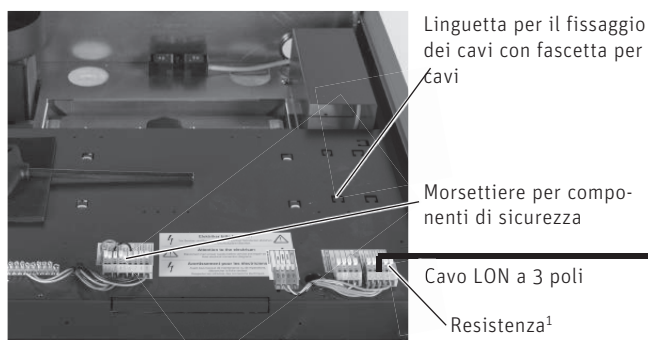
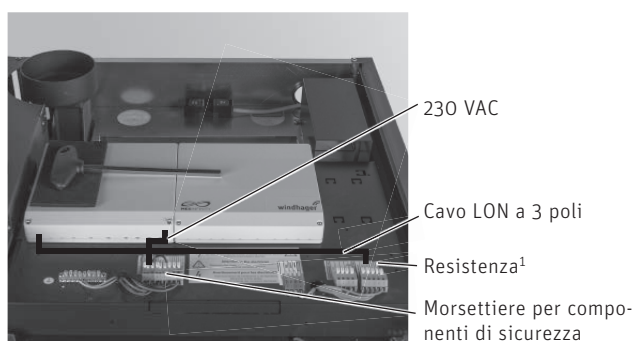

Fig. 126 Morsetti di collegamento per componenti di sicurezza e collegamento LON ai moduli funzionali (regolazione MES INFINITY)
Fig. 128 Modulo funzionale (regolazione MES INFINITY) montato nel quadro di comando della caldaia
- ▶ nel quadro di comando della caldaia (Fig. 128) - punto 15.2.
- ▶ La resistenza del collegamento LON e i ponti dei componenti di sicurezza devono essere rimossi solo una volta effettuato il collegamento Fig. 126, Fig. 128.